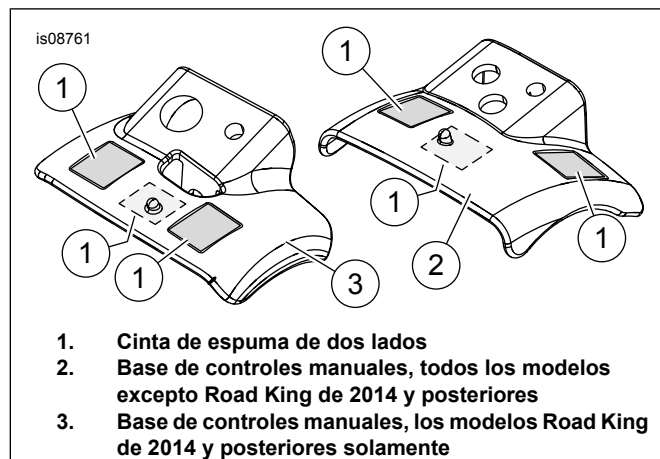

Figura 1. Base de controles manuales y cinta
2. Vea Figura 1. Limpie con una mezcla de 50-70 por ciento de alcohol isopropílico y 30-50 por ciento de agua destilada. Corte la cinta (1) y aplíquela en la base de controles manuales (2 o 3) en las ubicaciones que se muestra.